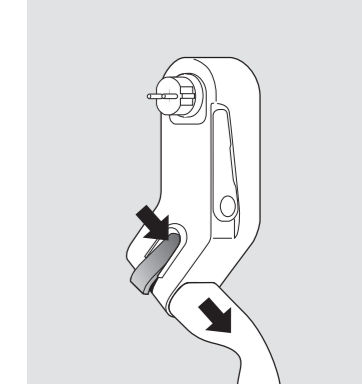

Fig. 3: Deblocarea prizei Tip 2
- Decuplați adaptorul Mobility Dock (A) de la priza de alimentare cu energie
- Deblocați (D) suportul de perete (E) și aduceți-l în poziția de pornire
- Dacă e necesar, deblocați ștecărul de încărcare cu ajutorul manetei portocalii (B) și scoateți-l din priză (a se vedea fig. 3)